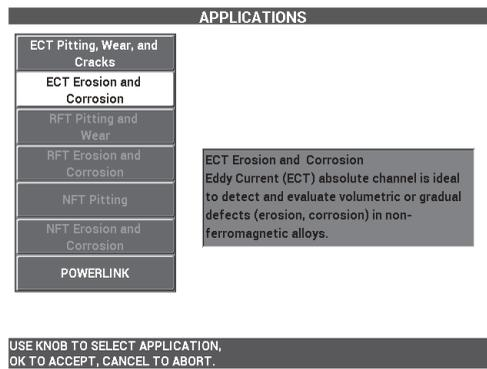

Figura 5-183 L'applicazione ECT erosione e corrosione
2. Selezionare **CONTINUA** (premere il tasto A) e usare la manopola per selezionare **ECT Erosione e corrosione** e premere ✓ per confermare (vedere Figura 5-183 a pagina 271).